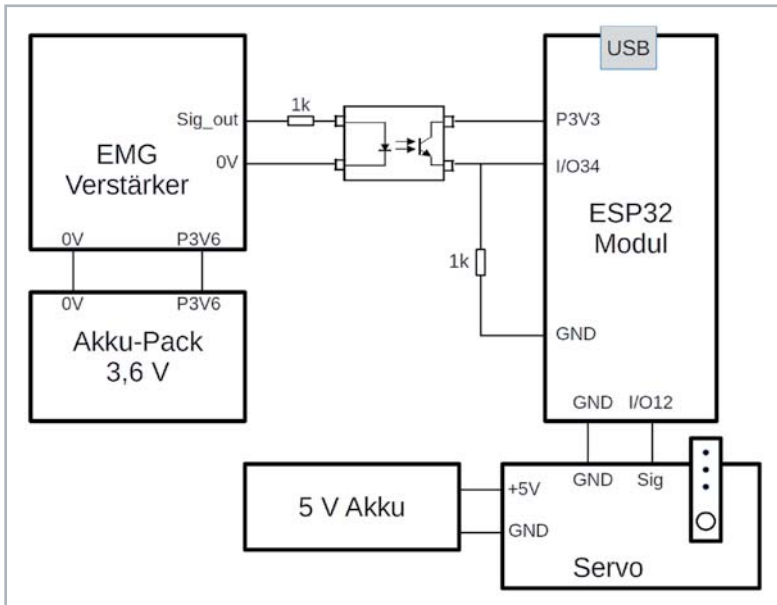

Bild 16: Gesamtschaltplan der funktionellen Prothese
`ESP32_ISR_Servos.setPosition` ❻ die von der Muskelaktivität bestimmten Servopositionen angefahren. Hardwareseitig muss lediglich ein Servo an den ESP angeschlossen werden. Der Schaltplan in Bild 16 zeigt den Aufbau.